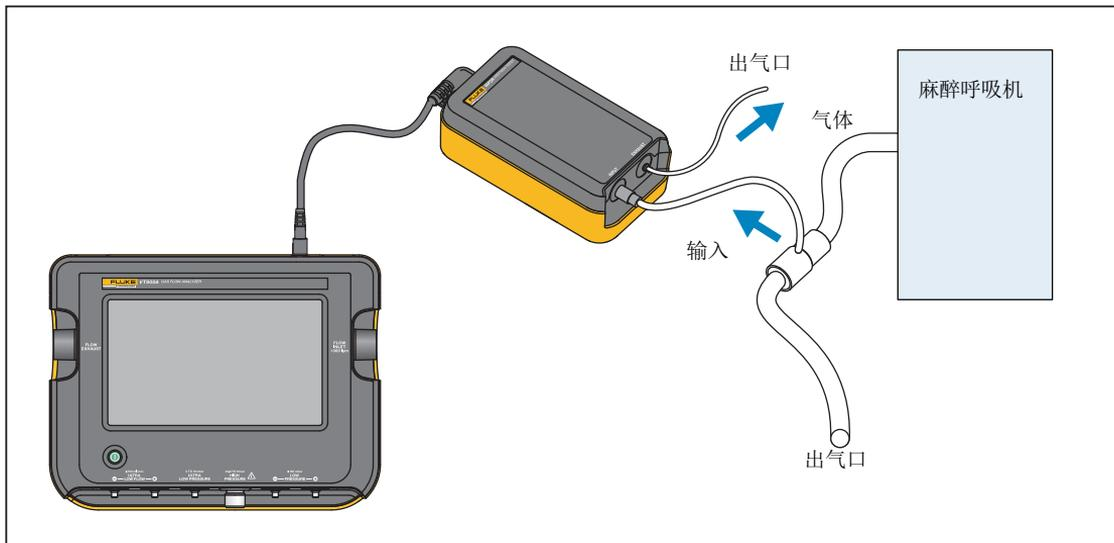

图 4. 麻醉气体连接
VAPOR 连接在图 4 中显示。
1. 为 VAPOR 建立以下连接（参见图 4）：